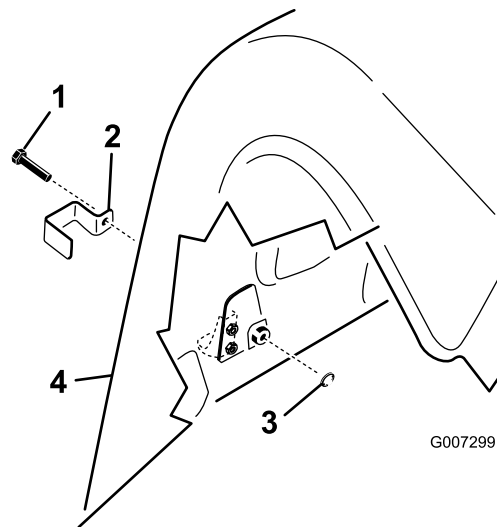

Рисунок 18
1. На модели ProCore 864 установите стопорный кронштейн над левой и правой защелками заднего нижнего и верхнего капота, используя самонарезающий болт (всего 4 шт.); см. (Рисунок 18).
2. На модели ProCore 1298 установите стопорный кронштейн над всеми защелками заднего нижнего капота и наружной защелкой верхнего капота, на правой и левой задних крышках, используя самонарезающий болт (по 3 шт. на каждый аэраторный вал, всего 6 шт.); см. (Рисунок 18).
для фиксации болта (Рисунок 18).